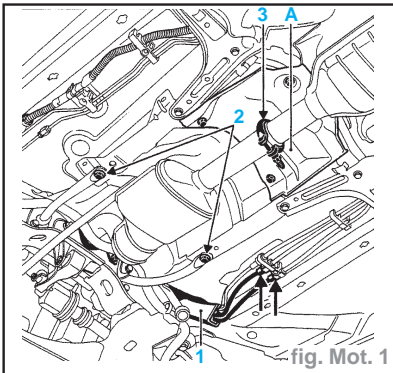

fig. Mot. 1
- l'écran thermique (A) ainsi que la commande de boîte de vitesses (fig. Mot. 1),
- la tôle de protection (1) et dégraffer les tuyaux de carburant,
- les fixations (2) des tirants,
- le collier (3) du pot catalyseur et attacher celui-ci à la caisse,